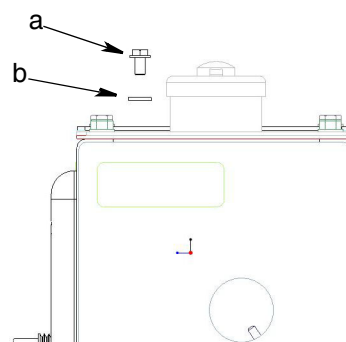

Рис. 2
1. Ослабьте винт заземления (a) (Рис. 2) и поместите один конец провода заземления (не менее 12 размера, или 1,5 мм) между винтом заземления и шайбой (b).